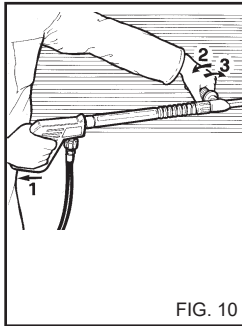

FIG. 10
**USO DA LANÇA DUPLA (fig. 10). (Se disponível).**